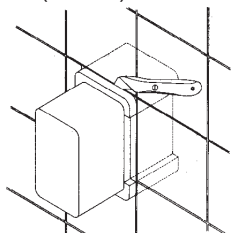

Abb. 2
5. Hartschaumverpackung erst wieder entfernen, wenn der Raum fertig verputzt und verflies ist. Hierzu überstehenden Teil der Hartschaumverpackung wegschneiden (Abb. 2).